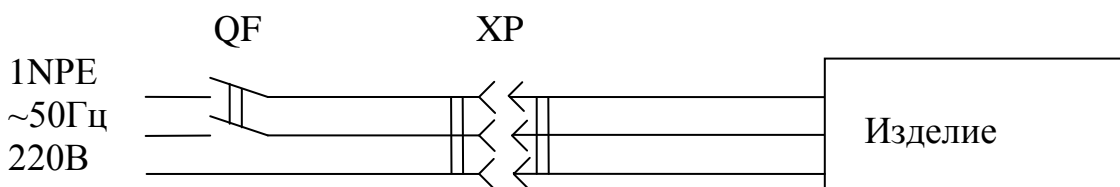

Рис.1. Схема подключения изделия к электросети
6.4. Изделие должно подключаться к питающей электрической линии (рис.1) через автоматический выключатель электромагнитной защиты с номиналом установки по току 10 А.